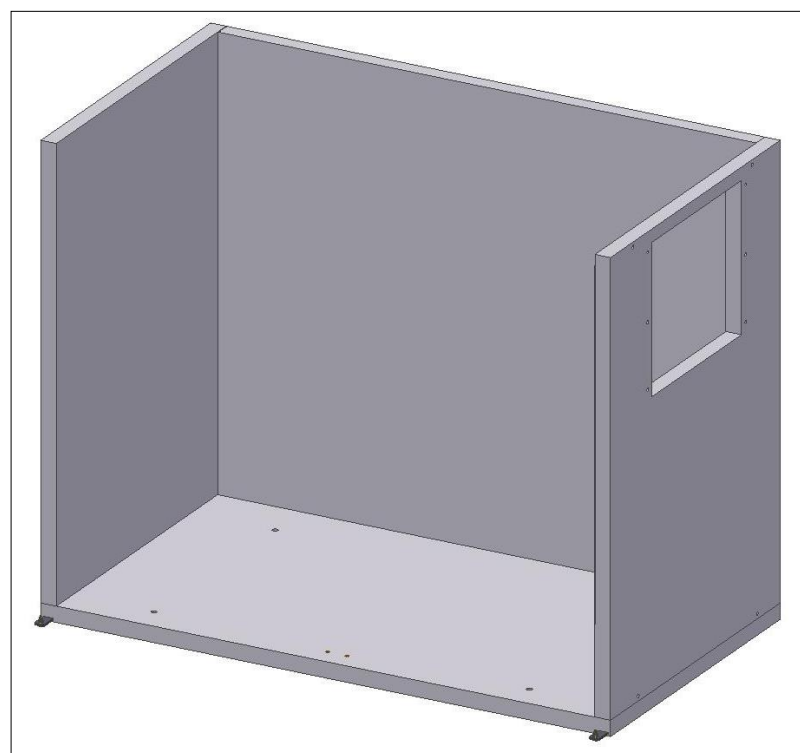

Fig. 5
- Fixer le **panneau latéral droit** au panneau du fond et serrer seulement le fond (Fig.5);